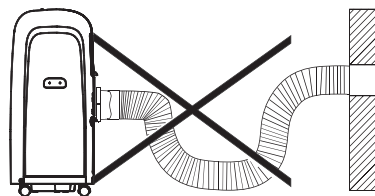

Рис. 2
- 2) Установить кондиционер рядом с окном. Отрегулируйте длину шланга, чтобы добраться до окна. При установке вытяжного шланга убедитесь, что шланг не пережат и не перетянут (Рис. 2).**